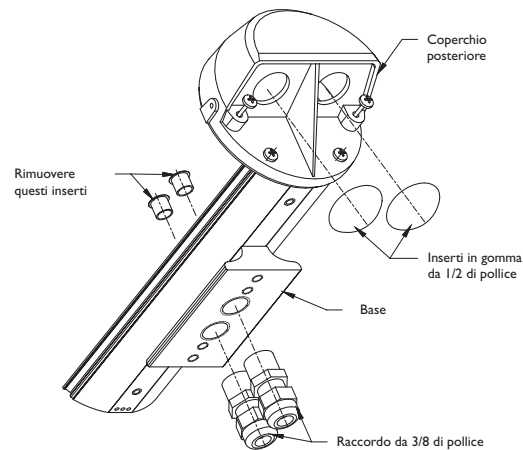

FIGURA 7: Cablaggio passante internamente
1. Prima di installare la telecamera Rimuovere i due inserti della cupola all'interno dell'alloggiamento. Vedi figura 7.